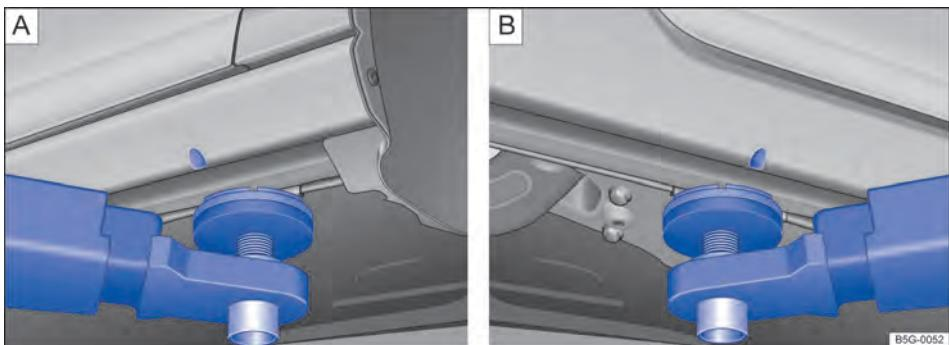
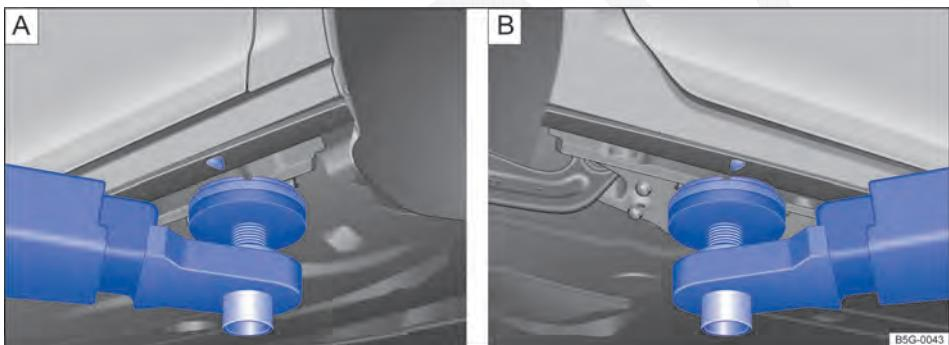

Fig. 189 A Pontos de apoio dianteiros e B ponto de apoio traseiro para suspender com a plataforma elevatória ou o macaco (variante A).
Fig. 190 A Pontos de apoio dianteiros e B ponto de apoio traseiro para suspender com a plataforma elevatória ou o macaco (variante B).
O veículo deve ser suspenso somente pelos pontos indicados nas figuras ⇒ Fig. 189 ou ⇒ Fig. 190. Se o veículo não for suspenso pelos pontos indicados, poderão ocorrer danos no veículo ⇒ ① e ferimentos graves ⇒ ▲.
- Suspender o veículo somente pelos pontos indicados nas figuras ⇒ Fig. 189 ou ⇒ Fig. 190. Se o veículo não for suspenso pelos pontos indicados, o veículo poderá cair